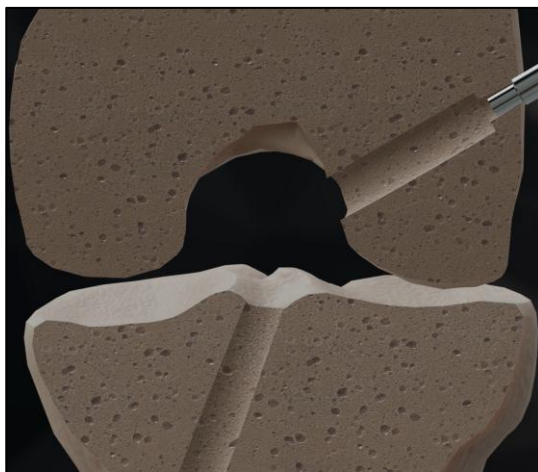

Figura 10. Perfuração do túnel ósseo.
4. O cirurgião deve realizar a perfuração do soquete femoral ou tibial retrógrado, utilizando as brocas retrógradas **FLEXDRILL® BROCA RETROGRÁDA** ou **BROCA RETRÓGRADA SINDRILL®**, ou passante utilizando as **BROCAS JOELHO SINFIX®** ou **FRESAS CANULADAS JOELHO SINFIX®**. Vale ressaltar que na perfuração retrógrada, é indicado o uso dos **GUIAS DE FURAÇÃO TÚNEL ÓSSEO** (Notificação ANVISA nº 80739420023). Enquanto na perfuração de túneis passantes, recomenda-se a utilização de um fio metálico guia para direcionar os instrumentais de perfuração. Os túneis devem ser dispostos conforme ilustrado na figura 10.